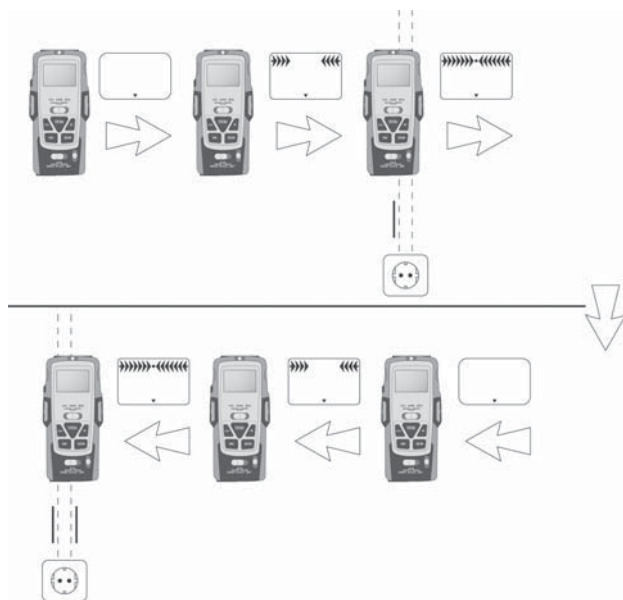

Abb. 4
5. Fahren Sie langsam mit dem Multifunktionsdetektor an der Wand entlang. Wenn sich die Pfeile auf dem Display auf den Punkt zubewegen, nähern Sie sich dem gesuchten Objekt. Sind die Pfeile komplett und ein anhaltender Signaltön ertönt, markieren Sie diese Position (siehe Abb. 4).
6. Verfahren Sie nun genauso, nur nähern Sie sich von der anderen Seite an das Objekt. Sobald der Signaltön ertönt, markieren Sie diese Position (siehe Abb. 4).